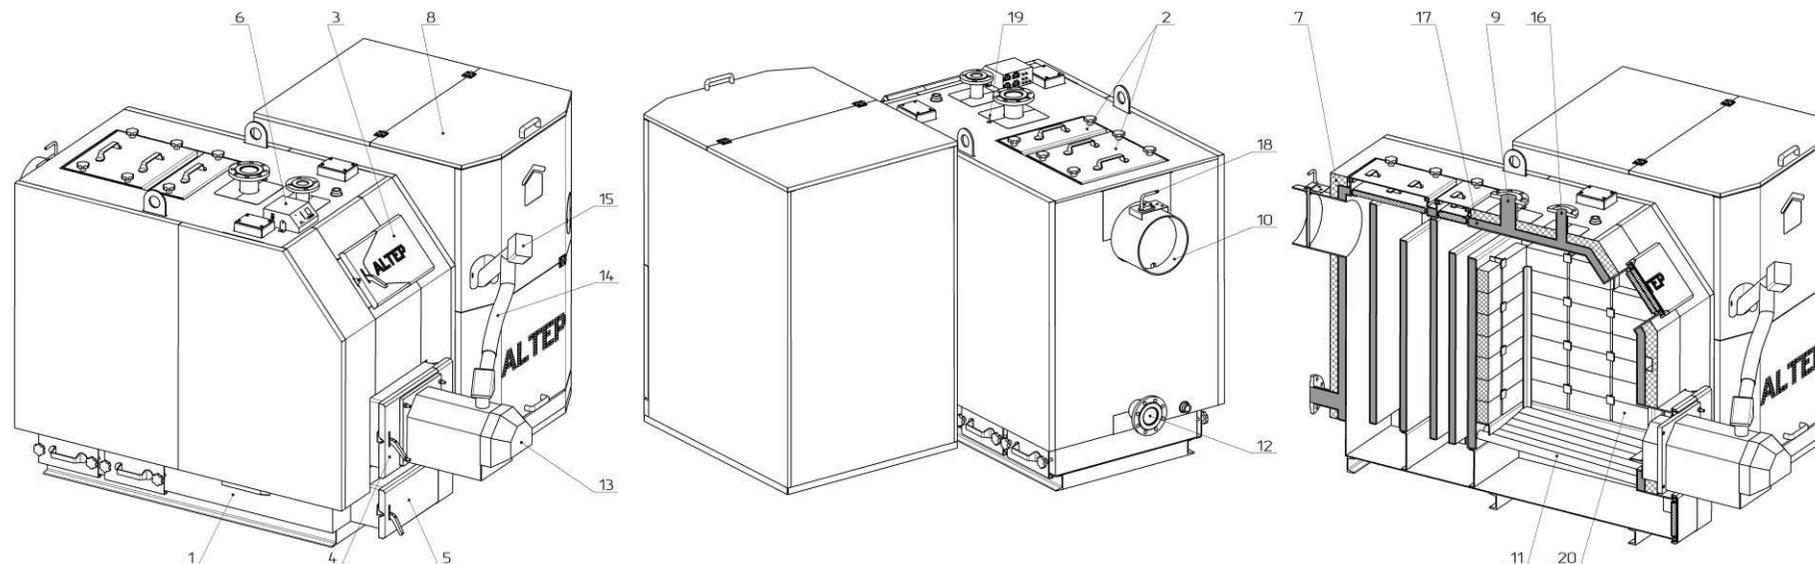

Рисунок 2 – Внешний вид и основные элементы котла типа КТ-3Е-РГ
Корпусом котла (поз. 1, рис. 2) является параллелепипед с двойными стенками, разделенными водными перегородками (поз. 17, рис. 2). Топочная камера расположена перед двухходовым теплообменником.
- шнекового (винтового) механизма подачи топлива, который приводится в движение мотор-редуктором (поз. 15, рис. 2);
- автоматической пеллетной горелки (поз. 13, рис. 2);
- электронного контроллера температуры (поз. 6, рис. 2).
Топливо для процесса сжигания подается автоматически из расположенного возле котла бункера для топлива (поз. 8, рис. 2) с помощью винтового (шнекового) механизма подачи. Шнековый механизм соединяется с горелкой гибким гофрированным рукавом (поз. 14, рис. 2), который изготовлен из легкоплавкого материала. Сгорание топлива (пеллеты) происходит в камере сгорания горелки на подвижном колоснике, который изготовлен из жаропрочной стали. Камера сгорания горелки выполнена из огнестойкой керамики.
Обслуживание котла заключается в периодическом добавлении топлива в бункер (поз. 8, рис. 2) и устранении золы из нижней части корпуса котла без необходимости погашения котла. После розжига котел не требует постоянного присутствия обслуживающего персонала в помещении, где он смонтирован. Эксплуатация котла может происходить непрерывно в течение всего отопительного сезона. Котел может также работать после отопительного сезона в системе с бойлером для горячего водоснабжения.
Дымовые газы выходят в дымоход через боров (поз. 10, рис. 2), расположенный в задней части котла. Боров оснащен встроенным дроссельным клапаном продуктов сгорания – шибером (поз. 18, рис. 2). В случае слишком высокой тяги в дымоходе шибер дает возможность снизить ее путем частичного перекрытия выходного отверстия борова
- дверцы топки (поз. 3, рис. 2);
- дверцы горелки (поз. 4, рис. 2);
- дверцы зольника (поз. 5, рис. 2).
- патрубок прямой сетевой воды (поз. 9, рис. 2);
- штуцер для установки предохранительного клапана (поз. 16, рис. 2);
- гильза для датчика температуры котла (поз. 19, рис. 2);
(поз. 2, рис. 2).
В нижней части, на задней стенке, – патрубок обратной воды (поз. 12, рис. 2) и сливной патрубок.
Корпус котла обложен теплоизоляционным материалом – минватой (поз. 7, рис. 2).
Для обеспечения возможности работы котла в режиме ручной загрузки топлива в топку (например, дров), в нижней части топки размещена колосниковая решетка (поз. 11, рис. 2). Кроме того, на верхней стенке корпуса котла предусмотрено посадочное место для монтажа вентилятора (закрытое заглушкой), который будет нагнетать воздух в камеру сгорания (управление вентилятором осуществляется контроллером автоматически).
Для стабилизации процесса сгорания топлива, возможно, как опция, заказать модификацию котла с установленными керамическими катализаторами (поз. 20, рис. 2).